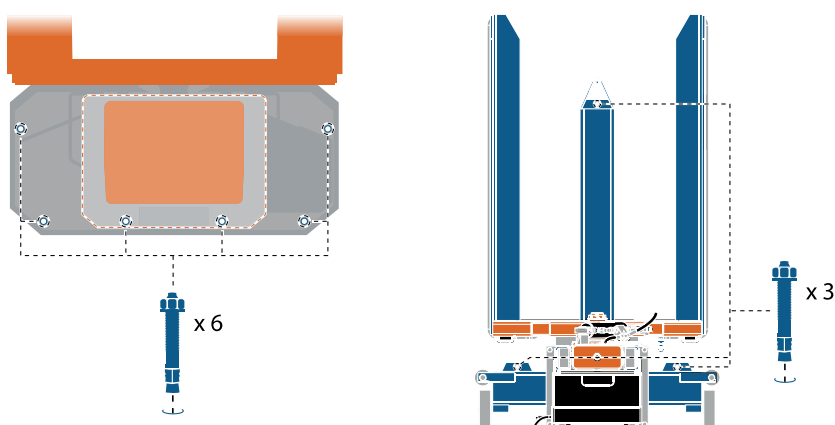

Imagen 18 Ancle el elevador de palets a la base utilizando 3 o 6 pernos expansores, dependiendo del modelo
3. Ancle el elevador de palets a la base utilizando 3 o 6 pernos expansores, dependiendo del modelo; véase la imagen 18. Estos pernos deben soportar por lo menos 13 kN cada uno. Visite www.edmolift.com/installation para obtener más información.